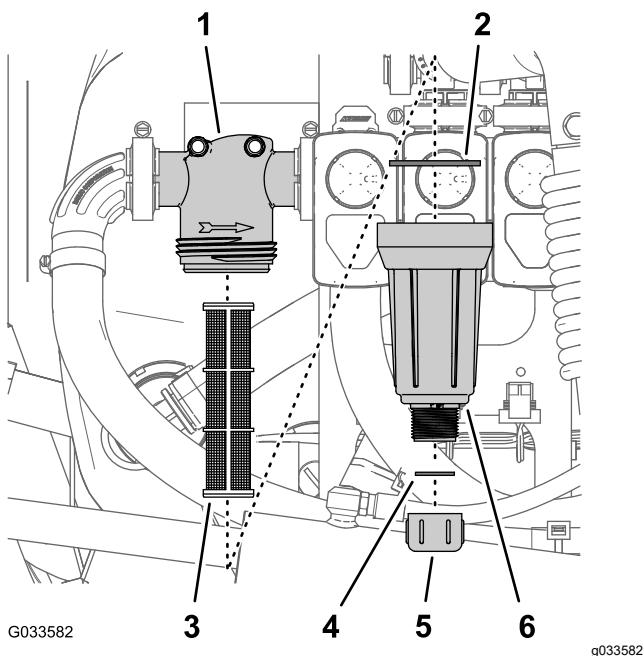

Figura 90
2. Amplasați o tavă de golire sub filtrul de presiune (Figura 90).
3. Rotii capacul de golire în sens invers acelor de ceasornic i scoate-l din vasul filtrului de presiune (Figura 90).
4. Rotii vasul în sens invers acelor de ceasornic i îndepărtați capul filtrului (Figura 90).
5. Îndepărtați elementul de filtrare al vechiului filtru de presiune (Figura 90).
6. Verificați dacă există deteriorare i uzură la nivelul garniturii pentru bușon de golire (situat în interiorul vasului) i garniturii pentru vas (aflată în interiorul capului filtrului) (Figura 90).
7. Montați un nou element de filtrare pentru filtrul de presiune pe capul filtrului (Figura 90).
8. Montați vasul pe capul filtrului i strângeți-l manual (Figura 90).
9. Montați capacul de golire pe fittingul din partea de jos a vasului i strângeți capacul manual (Figura 90).